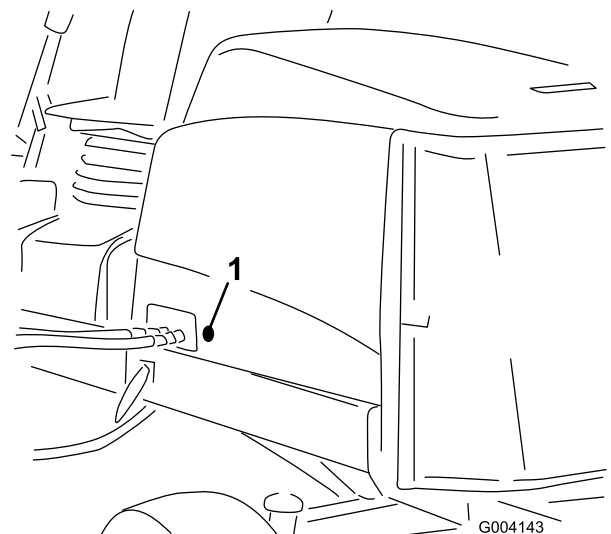

Figura 5
2. Retire el tapón de goma del taladro de lado izquierdo del capó (Figura 5).